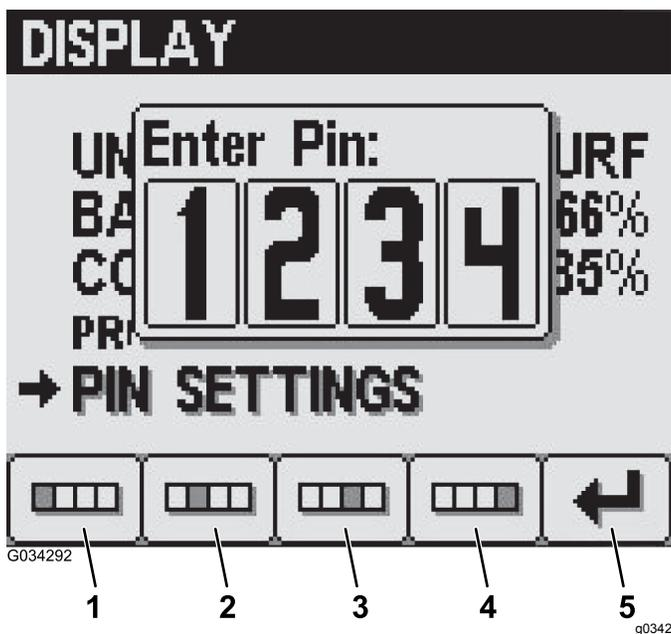

Рисунок 25
- Введите свой ПИН-код при помощи кнопок с 1 по 4 и по окончании ввода нажмите кнопку 5 (Рисунок 25).
- Введите свой PIN-код при помощи кнопок с 1 по 4 и по окончании ввода нажмите кнопку 5 (Рисунок 25).
- Введите свой старый PIN-код при помощи кнопок с 1 по 4 и по окончании ввода нажмите кнопку 5 (Рисунок 25).